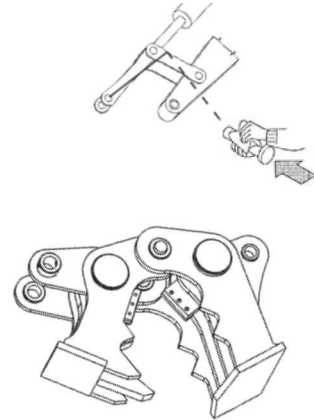

Рис. 4.4.3
• Переместив цилиндр ковша, совместите нижнее отверстие соединительного элемента с отверстием рычага ковша и вставьте второй штифт, зафиксировав его соответствующим предохранительным элементом (Рис. 4.4.3).